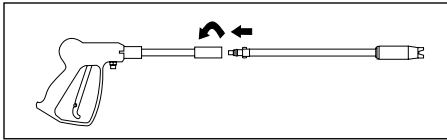

Figura 12 - Conexión de la pistola y lanza
1. Inserte la lanza en la pistola y gírela en el sentido de las agujas del reloj hasta que llegue a su tope, como se muestra en la Figura 12.